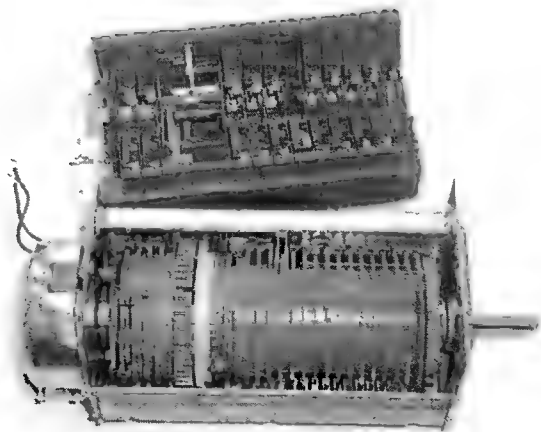
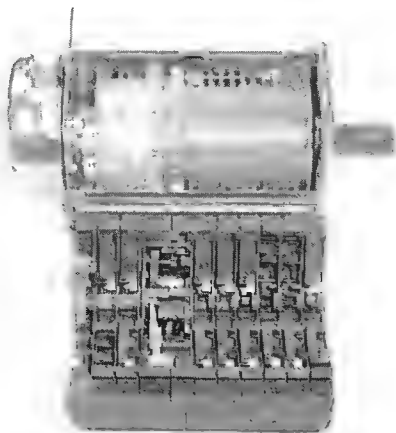
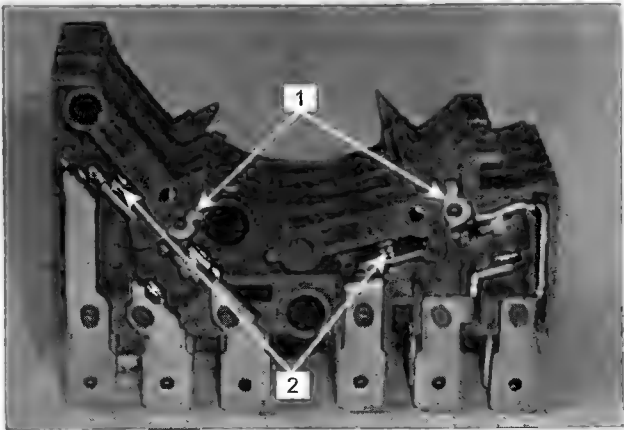
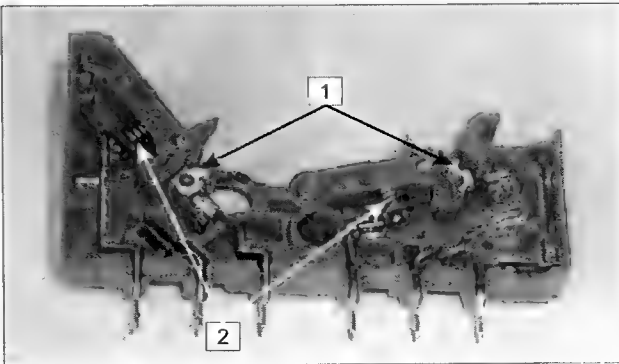

Рис. 11.13. Программаторы в разобранном виде
Рис. 11.14. Программаторы в разобранном виде
Рис. 11.16. Устройство контактной галеты под разъем
Рис. 11.17. Устройство контактной галеты под печатный монтаж
В заключение этого раздела рассмотрим еще две модели программаторов. Поскольку мы основное внимание уделяем устройству контактных галет, то и программаторы (рис. 11.13 и рис. 11.14) показываем уже разобранными. Разбираются они следующим образом. Сначала отпаивается печатная плата. У первого программатора — печатной платы нет, так как все его галеты имеют плоские выводы, предназначенные для разъемов. На рис. 11.15, а приведен вид программаторов с лицевой стороны. Стрелками указаны места сквозных стержней, скрепляющих галетные блоки. Чтобы вытащить эти стержни, нужно сначала снять синхромотор, выводы которого также могут быть припаяны к печатной плате. При нажатии на выступающие концы стержни подаются назад и легко вынимаются. Поскольку у этих моделей программные барабаны состоят из двух частей, то перед разборкой желательно сделать метки фломастером на обеих частях барабана. Это можно сделать через технологические вырезы в кожухе программатора. Иначе после последующей сборки придется искать начальное положение барабанов с «медленными» кулачками и с «быстрыми», чтобы попасть в то положение, в котором барабаны находились до разборки. Итак, мы сняли галетные блоки. На рис. 11.16 показано несколько галет с плоскими контактами, предназначенными под разъемы. Если считать слева направо, то получится: первый контакт — переключаемый, в следующей группе контактов (правой) — то же самое, галетные блоки наших программаторов имеют более сложное устройство из-за наличия дополнительных кулачков (1) и возвратных пружинок (2), поэтому при разборке нужны максимальные осторожность и аккуратность. На рис. 11.17 представлена одна галета с выводом под печатный мон-